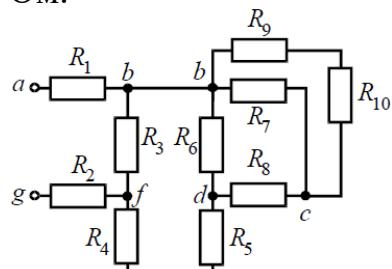

Рис. 1
**Задача 1.** Для цепи (рис. 1), определить эквивалентное сопротивление относительно входных зажимов  $a-g$ , если известно:  $R_1 = R_2 = 0,5$  Ом,  $R_3 = 8$  Ом,  $R_4 = R_5 = 1$  Ом,  $R_6 = 12$  Ом,  $R_7 = 15$  Ом,  $R_8 = 2$  Ом,  $R_9 = 10$  Ом,  $R_{10} = 20$  Ом.